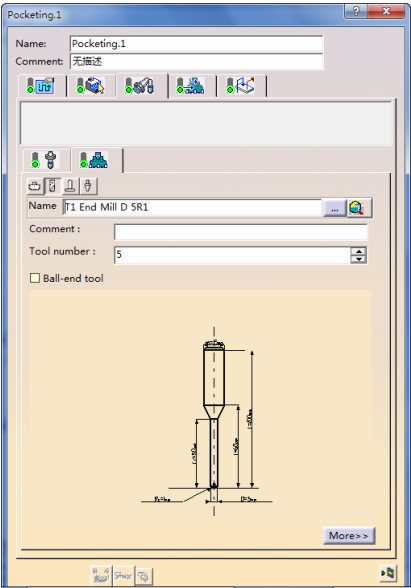

图 3-79 刀具参数选项卡（4）
● 单击“Pocketing.1”对话框 (1) 中的 ，切换到刀具参数选项卡 (4)，在“Name”文本框中输入“T1 End Mill D5R1”，取消“Ball-end tool”复选框，如图 3-79 所示。